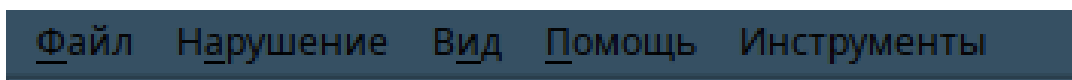

Рис. 2
3.2.2.1. Главное меню (рис. 2) обеспечивает доступ к основным функциям программы и включает в себя следующие пункты: